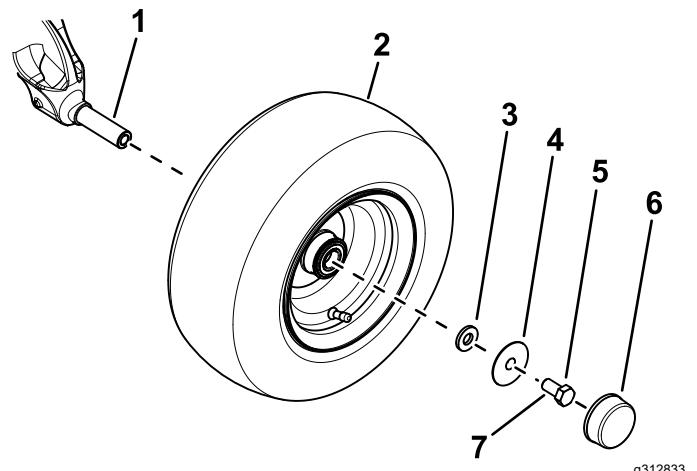

Bild 3
- B. Verwenden Sie eine kleine Unterlegscheibe, eine große Unterlegscheibe, eine Schraube ($\frac{5}{8}$ " x $1\frac{1}{4}$ ") und eine Staubkappe, um das Rad an der Achsspindel zu befestigen (**Bild 3**).
- D. Bringen Sie die Staubkappe am Rad an (Bild 3).